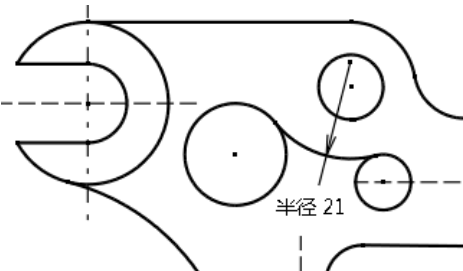

图5-58 创建圆角
- 11 利用【不修剪】方式的【圆角】命令，创建如图5-58所示半径为21的圆角。